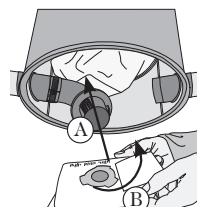

figure 7
4. Assurer l'étanchéité en insérant le sac jusqu'à la bague de rétention (**figure 7-A**). Effectuer une rotation du sac d'environ 20°, vous assurant que les coches du sac ne sont plus alignées avec les pointes de l'adaptateur (**figure 7-B**).